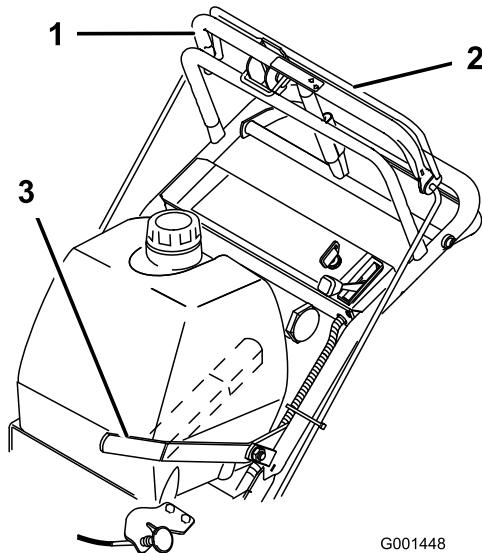

Figure 8
- Pour engager les lames, serrez la barre de commande des lames contre la barre de commande supérieure (Figure 8).
Pour désengager les lames, tirez le levier de commande des lames à fond en arrière (Figure 8). Le moteur s'arrêtera quand la barre de commande des lames sera relâchée alors que le levier de commande est engagé.